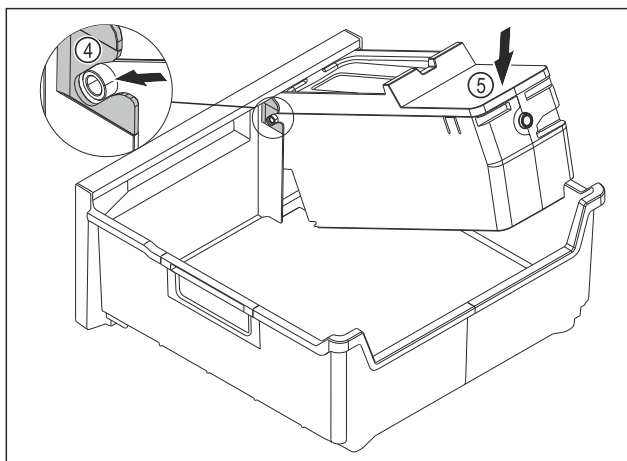

Fig. 140
- ▶ Смонтируйте корпус EasyTwist-Ice: Вставьте оси корпуса EasyTwist-Ice в направляющие Fig. 140 (4).
- ▶ Вдавите корпус EasyTwist-Ice Fig. 140 (5) вниз.